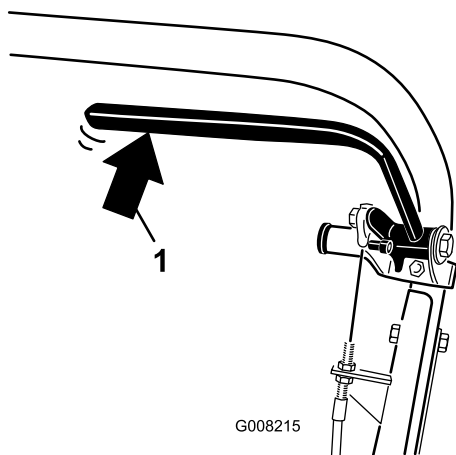

Bild 35
2. Drücken Sie mit einer Federskala rückwärts auf den Betriebsbremsenhebel (Bild 35). Die Feststellbremse sollte sich bei einer aufgebracht Kraft von 13,5 kg bis 18 kg lösen. Wenn sich die Feststellbremse löst, bevor eine Kraft von 13,5 kg bis 40 kg aufgebracht wird, muss das Bremskabel eingestellt werden. Gehen Sie auf Schritt 3.